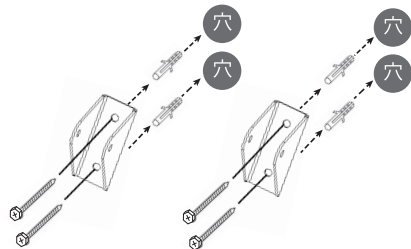

図3-4
- ・ネジ（長）を使って壁側フックを壁に固定します。（図3-4）